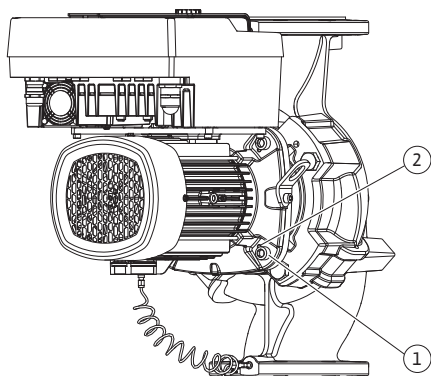

Fig. 10: Vytlačení zásuvné sady závitovými otvory
5. Vytlačte zásuvnou sadu (viz Fig. 4) ze skříně čerpadla. Použijte k tomu dva závitové otvory (viz Fig. 10). Pro uvolnění sedla zašroubujte šrouby M10 s vhodnou délkou do závitových otvorů.
6. Vytlačte zásuvnou sadu (viz Fig. 4) ze skříně čerpadla. Použijte k tomu dva závitové otvory (viz Fig. 10). Pro uvolnění sedla zašroubujte šrouby M10 s vhodnou délkou do závitových otvorů.